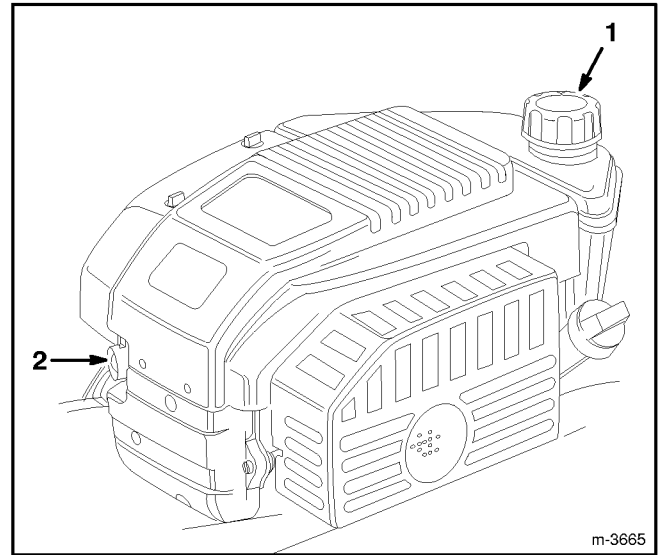

Abbildung 10
1. Rund um den Kraftstofftankverschluß reinigen (Abb. 10) und die Kappe vom Tank entfernen. Bei bleifreiem Benzin den Kraftstofftank bis 6-13 mm unter den Einfüllstutzen füllen.
4. Die Kaltstarthilfe dreimal (3) drücken (Abb. 10).